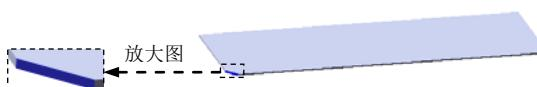

图 13.2.35 断开一边角 1
Step3. 创建图 13.2.35 所示的钣金特征——断开一边角 1。
(1) 选择命令。选择下拉菜单 **插入(I)** → **钣金(H)** → **断裂边角(E)...** 命令 (或